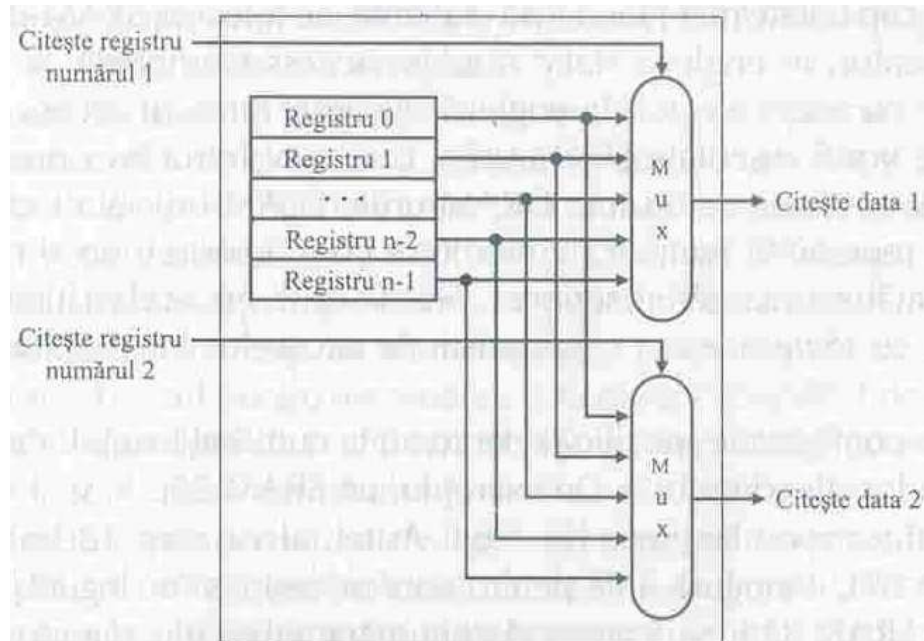

figura 3
Declarația de tip și declararea semnalului se scriu între **architecture** și **begin**. În continuare vom trata operația de citire. Deoarece citirea unui registru nu modifică nici o stare, trebuie doar să furnizăm la intrare numărul registrului care trebuie citit iar singura ieșire va fi data conținută în acel registru. Porturile de citire pot fi implementate printr-o pereche de multiplexoare, fiecare de lărgimea registrelor fișierului. În figura 3 se prezintă implementarea H&P a celor două porturi de citire pentru un fișier de  $n$  registre de lărgime 32 biți.
5. Declarați semnalele **RdData1\_lcl** și **RdData2\_lcl** de tip `std_logic_vector(31 downto 0)`. Acestea constituie ieșirile „Citește data” a celor două MUX-uri din figura 3. **lcl** înseamnă local.